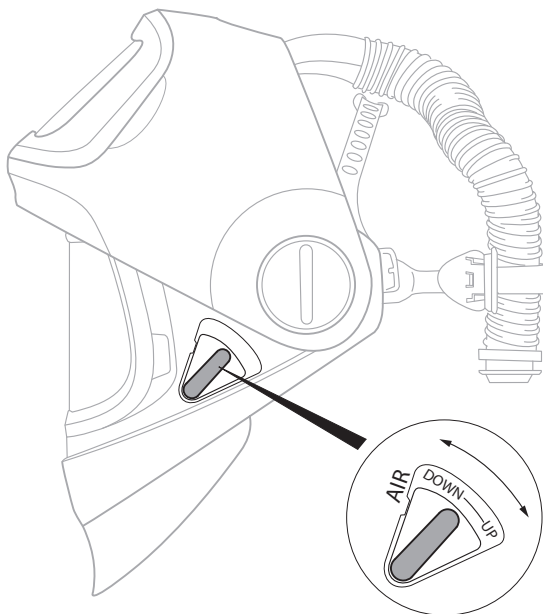

Fig. 8a
- a. Para ajustar el flujo de aire de abajo hacia arriba, levanta el protector externo para soldar a la posición levantada (abierto). Localiza la palanca UP – DOWN (ARRIBA - ABAJO) en el lado izquierdo de la careta para soldar. Ajústela a la posición deseada para el flujo de aire entrante (Fig. 8a). El ajuste impulsa un conjunto de engranajes en la parte superior de la careta para soldar que lleva aire a diferentes canales.